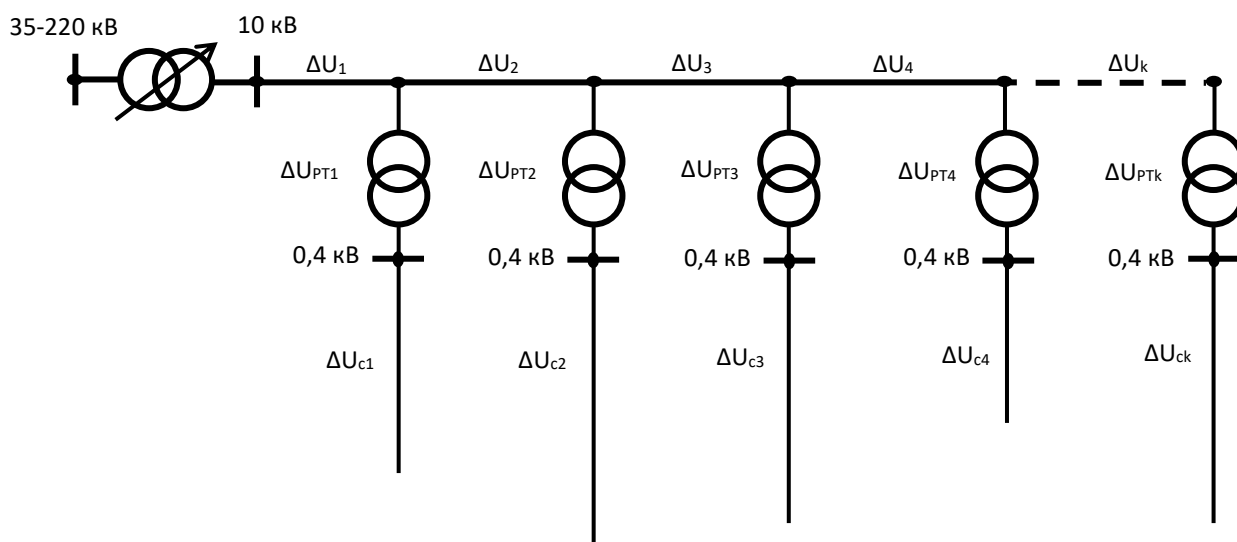

Рис. 14. Схема распределительной сети 10/0,4 кВ
Рассмотрим метод расчета диапазона ДОН на примере распределительной сети, схема которой приведена на рис. 14. При этом примем, что нагрузка минимального режима, а следовательно, и потери напряжения в режиме НМН, составляют 30 % от максимальной нагрузки сети.
- 5) Составить расчетную схему 10/0,4 кВ (см. рис. 14) и нанести на нее полученные значения потерь напряжения в процентах.